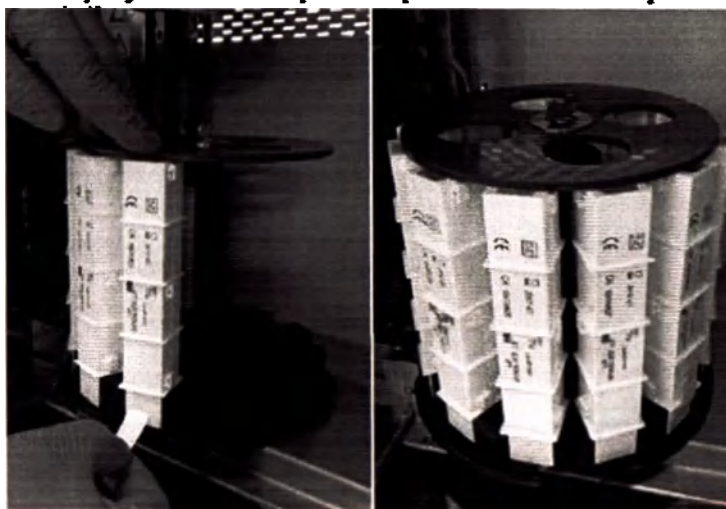

Рисунок 44. Загрузка кювет в анализатор
2. После помещения картриджа в револьверный держатель кювет удалите ленту с нижней части картриджа, просто потянув ее (см. рисунок 44).
3.Повторите предыдущие шаги до полной загрузки револьверного держателя кювет (см. рисунок 44).